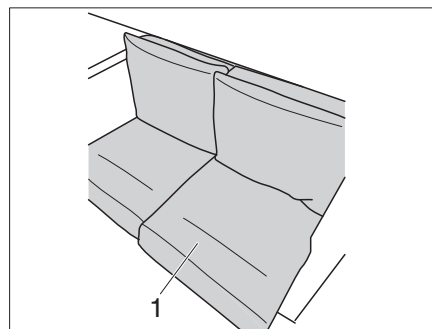

Bild 210 Lägg på dyna
Sittdynan (Bild 210,1) har en plastförstärkning på baksidan.
- Lägg i sittdynan (Bild 210,1) med förstärkning på höger sida.